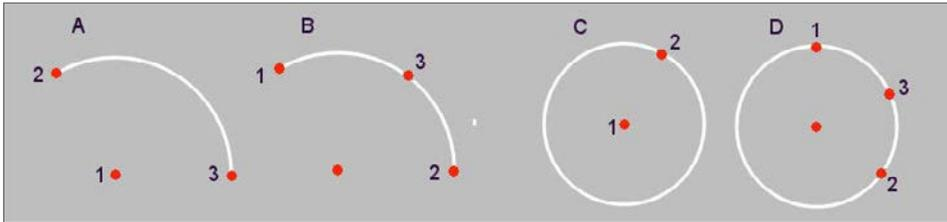

Abbildung 4.5: Zeichnen von Bögen und Kreisen
- **Bogen erstellen:** Erstellt einen Bogen in der Skizze. Zwei Varianten stehen in einer Drop-down-Liste zur Auswahl: Bei der ersten Variante wird zuerst der Mittelpunkt des Bogens und dann Start- und Endpunkt (siehe Abbildung 4.5, A) verlangt, bei der zweiten die beiden Endpunkte und ein Punkt auf dem Bogen (siehe Abbildung 4.5, B, Punkte in Eingabereihenfolge).
- **Kreis erstellen:** Erstellt einen Kreis auf der Skizzenebene. Auch hier gibt es zwei Varianten in einer Drop-down-Liste. Bei der ersten ist zuerst der Mittelpunkt des Kreises und dann ein Punkt auf der Kreislinie erforderlich (siehe Abbildung 4.5, C). Bei der anderen Variante sind es drei Punkte auf der Kreislinie (siehe Abbildung 4.5, D, Punkte in Eingabereihenfolge).